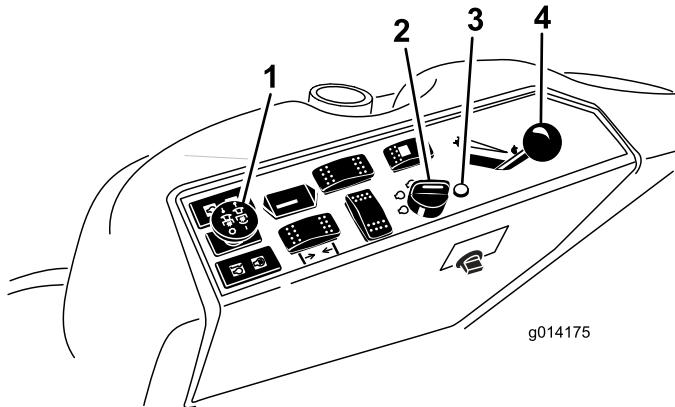

Figure 11
4. Placez la commande de prise de force (PDF) en position désengagée (Figure 11).
| 5. Réglez la commande d'accélérateur à mi-course entre les positions bas et haut régime (Figure 11). | |